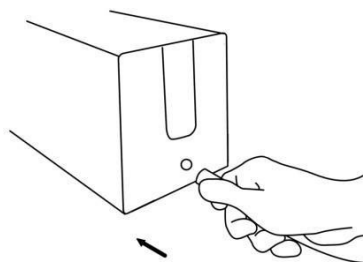

Рисунок 3.5
1. Вставьте конец трубки для подачи газа со стороны инструмента в выходное отверстие для CO₂ инсуффлятора CO₂ (разъем быстросъемного типа) (Рисунок 3.5).